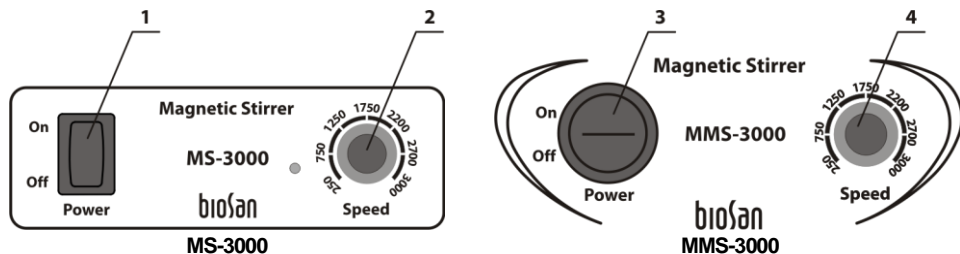

Рисунок 3. Панель управления
5.3 Переведите сетевой выключатель **Power** (рис. 3/1 или 3/3) в положение **On** (включено).
5.4 Установите необходимую скорость перемешивания, поворачивая регулятор **Speed** (рис. 3/2 или 3/4).